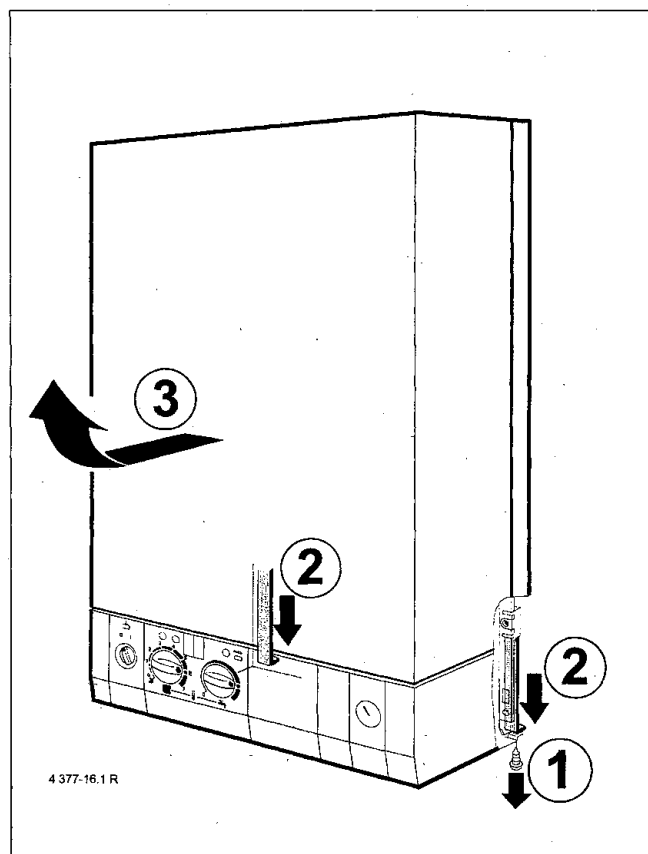

Bild 10
- Drehen Sie die Schraube rechts unten heraus (Bild 10).
- Drücken Sie beide Hebel nach unten (Bild 10).
- Mantelschale nach vorn schwenken und nach oben abheben (Bild 10).